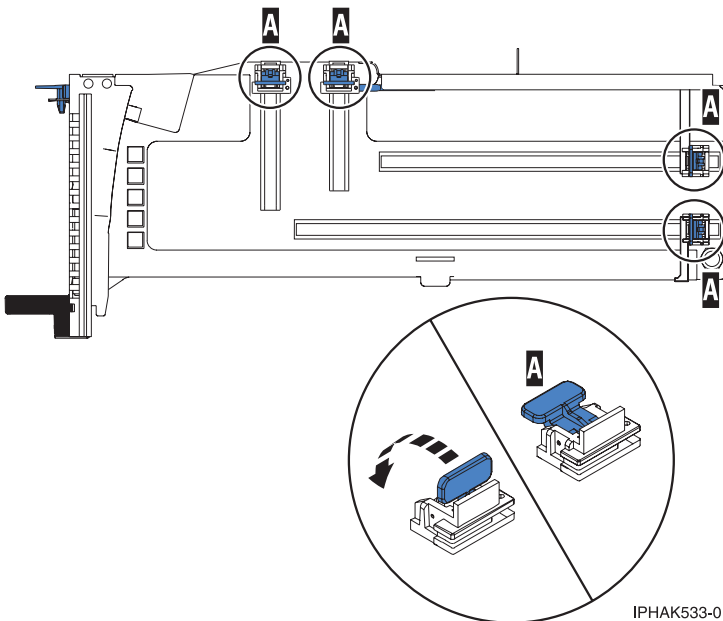

Figura 22. Piezas de retención del adaptador en una casete
- a. Asegúrese de que todas las piezas que servirán para sujetar el adaptador se han empujado hacia fuera de los bordes de la casete para permitir la colocación del adaptador. Consulte Figura 22.